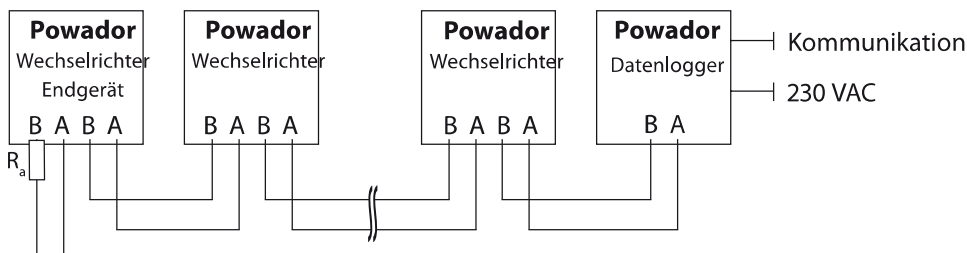

Bild 25: Anschlussschema der RS485-Schnittstelle
- Ader B (+) mit Ader B (+) (siehe Bild 25 auf Seite 26)